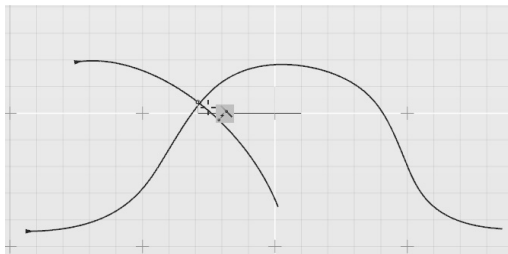

图 2-39 捕捉交点
- 捕捉交点工具：可以捕捉视图中两条相交的曲线，如图 2-39 所示。